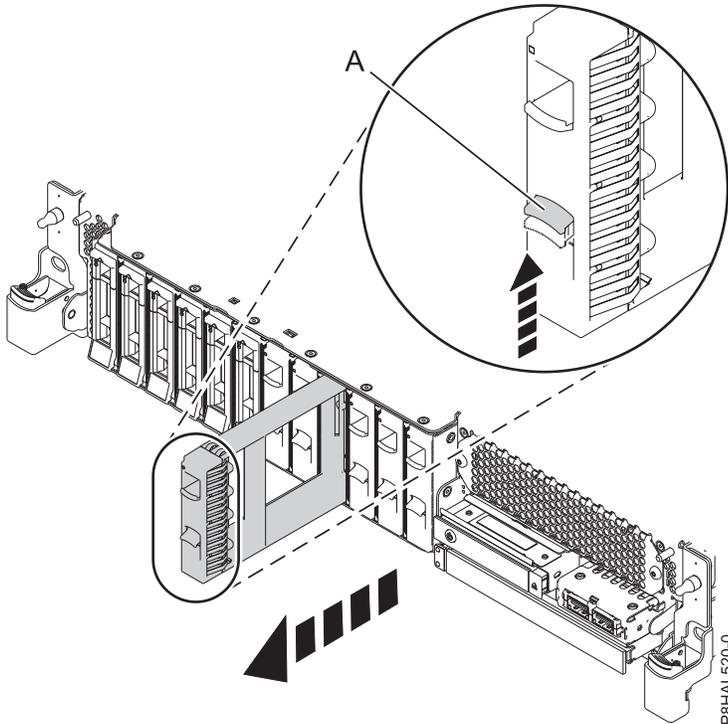

Figura 3. Extracción de un panel de relleno de unidad de disco de un sistema de función base
- a. Empuje el pestillo (**A**) en el asa del panel de relleno en la dirección que se muestra en la Figura 3 en la página 6.